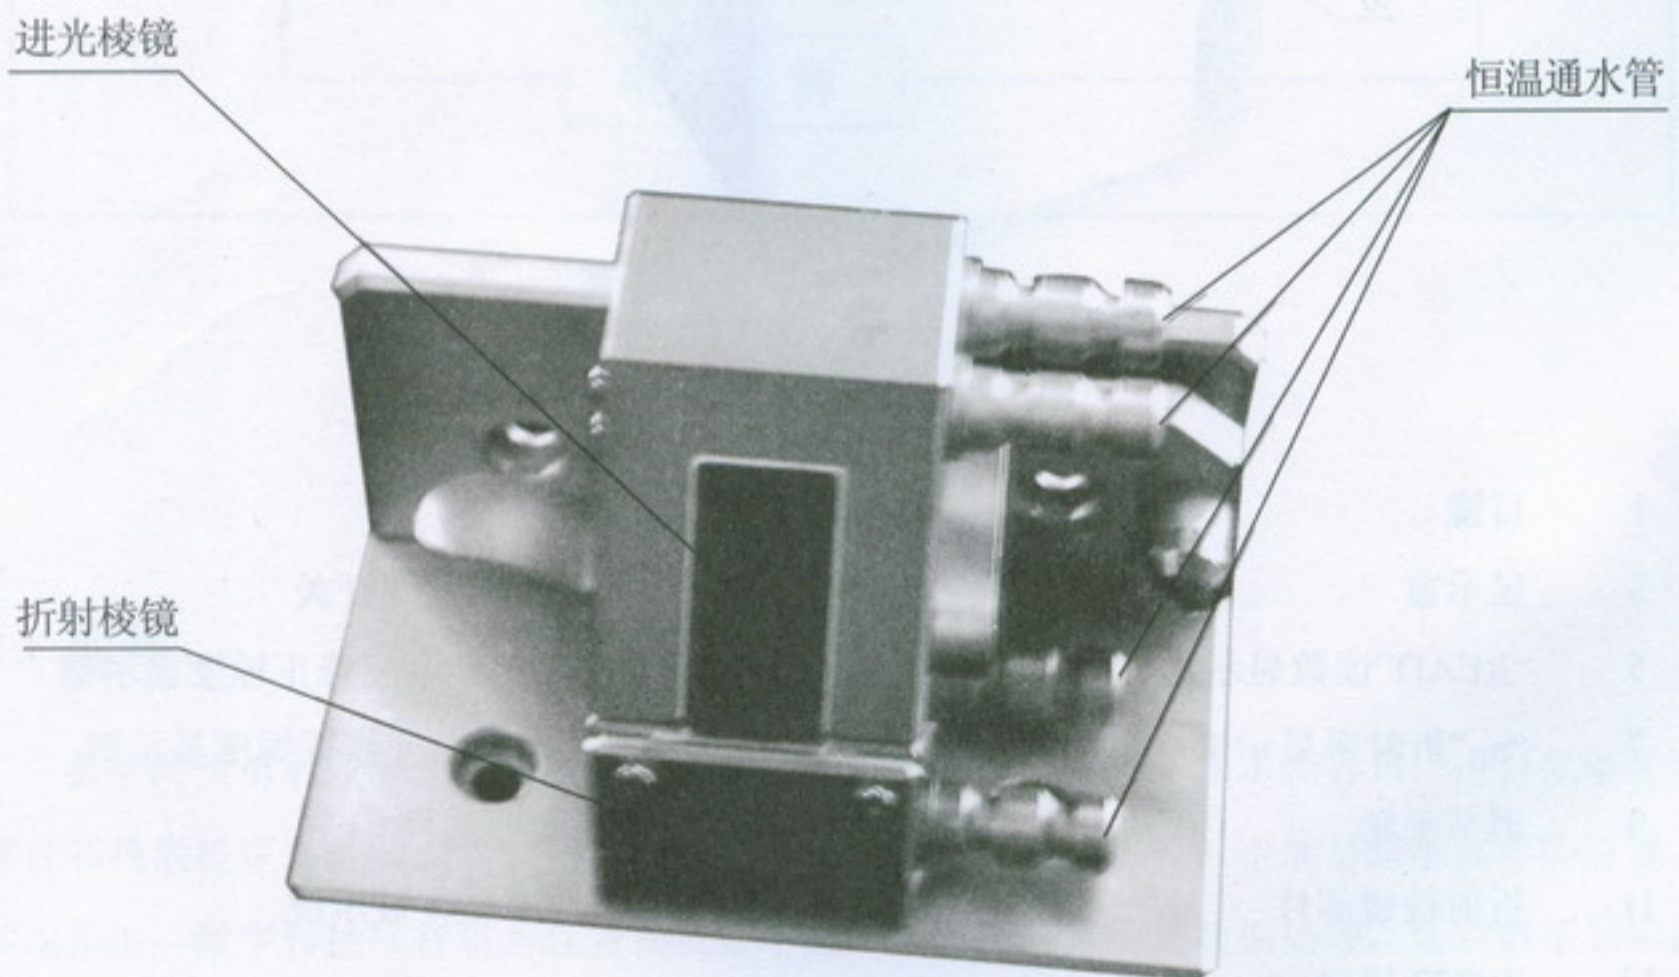

图 1
4. 将被测样品放在下面的折射镜的工作表面上。如样品为液体，可用干净滴管吸 1-2 滴液体样品放在棱镜工作表面上，然后将上面的进光棱镜盖上。如样品为固体，则固体必须有一个经过抛光加工的平整表面。测量前需将这抛光表面擦清，并在下面的折射棱镜工作表面上滴 1---2 滴折射率比固体样品折射率高的透明的液体（如溴代萘），然后将固体样品抛光面放在折射棱镜工作表面上，使其接触良好（图 1）。测固体样品时不需将上面的进光棱镜盖上。